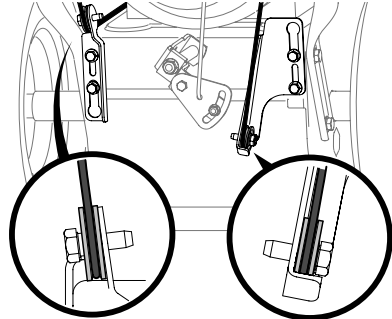

Figura 2
3. Coloque la palanca de cambios en la posición de avance (F) 6 o en la velocidad de avance más rápido (si viene equipada).
4. Observe el área inferior trasera del equipo para asegurarse de que ambos cables (si vienen equipados) estén alineados y asentados adecuadamente en las guías de rodillos (Figura 2).